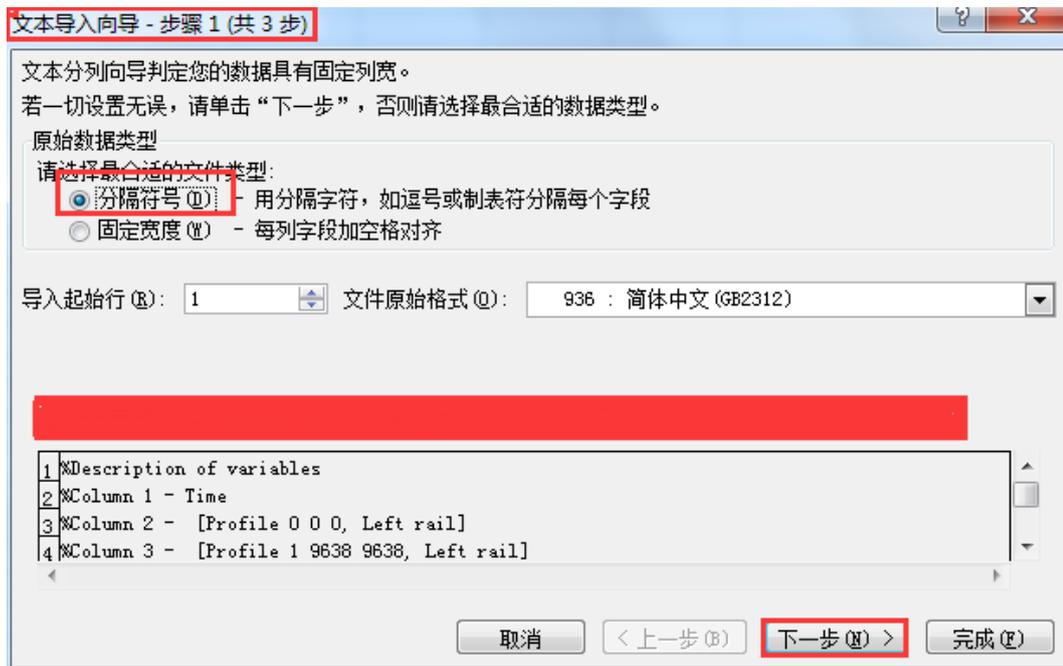

图 017-7 文本导入向导步骤 1
- 5、在文本导入向导第 1 步中选择“分隔符号”，点击“下一步”，如图 017-7；